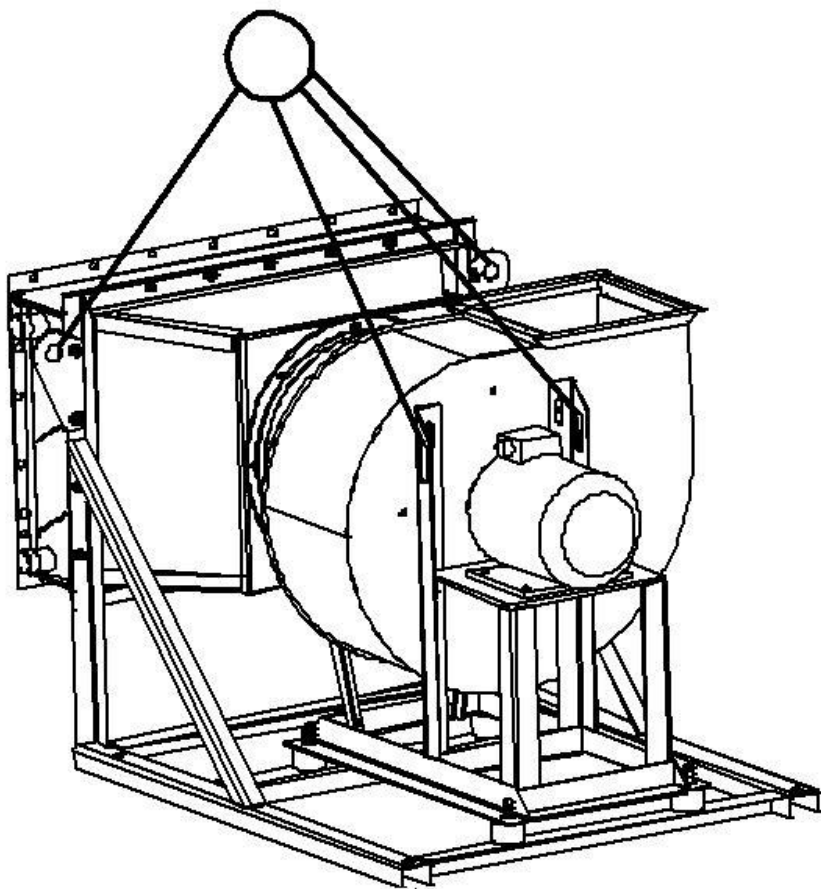

Рисунок 2
10.4 При транспортировании по территории предприятия - потребителя, погрузке, разгрузке и монтаже строповку производить за специальные кронштейны (смотри рис. 2).